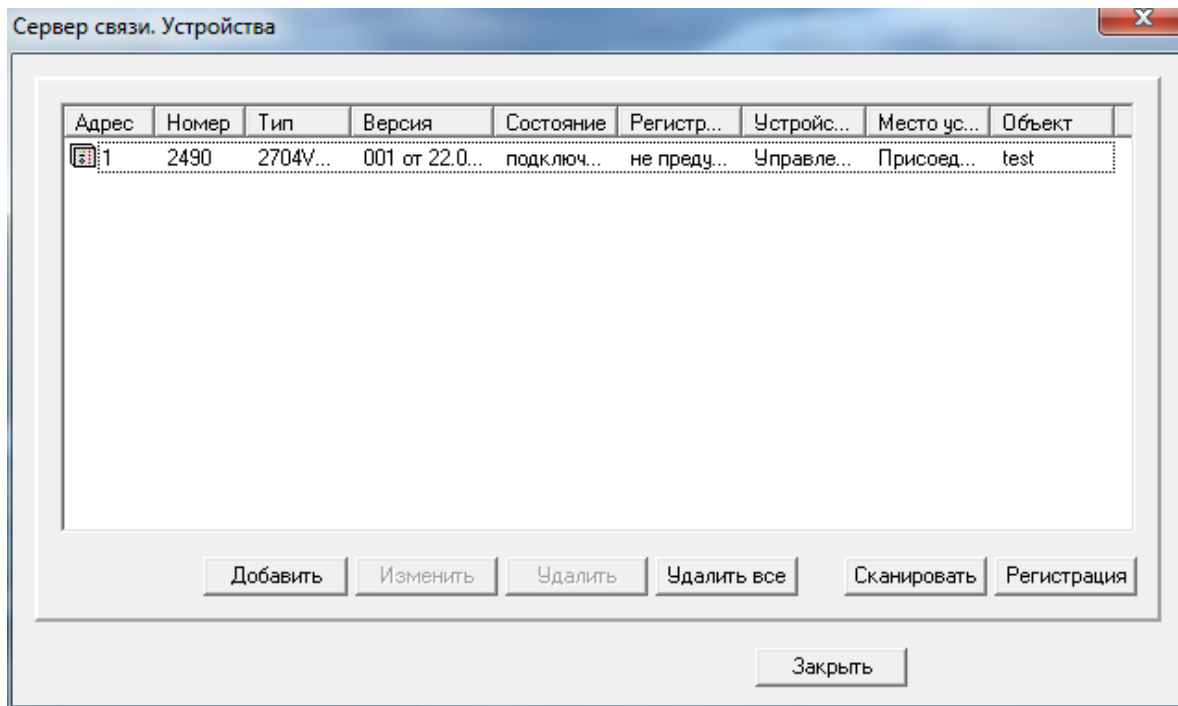

Рисунок 5.121
- выполнить запуск и настройку программы Сервер связи из состава EKRA Foundation для работы с имеющимися терминалами БЭ2704 и БЭ2502 (см. рисунок 5.121);